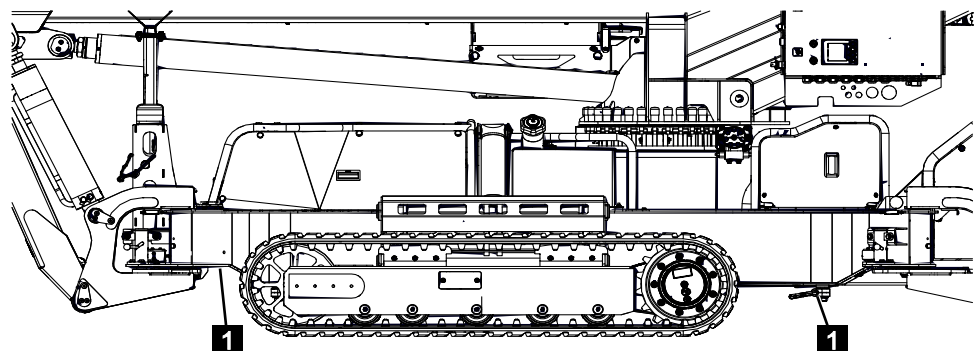

Fig. 64
1. Les points d'amarrage sur la plateforme de travail et la plateforme de transport sont indiqués par le symbole anneaux d'arrimage. Les points d'amarrage (Fig.64/1) sont prévus sur le châssis auxiliaire pour l'amarrage.